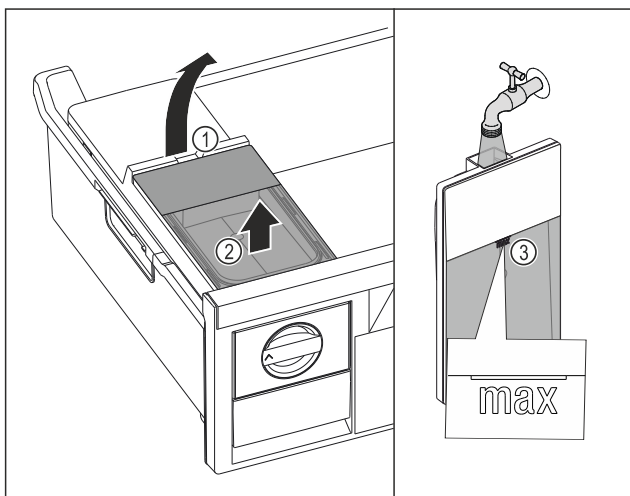

Fig. 126
► Podignite spremnik za vodu na otvoru Fig. 126 (1).
► Izvadite spremnik za vodu prema gore. Fig. 126 (2)
- Spremnik za vodu napunite pitkom vodom do oznake Fig. 126 (3).